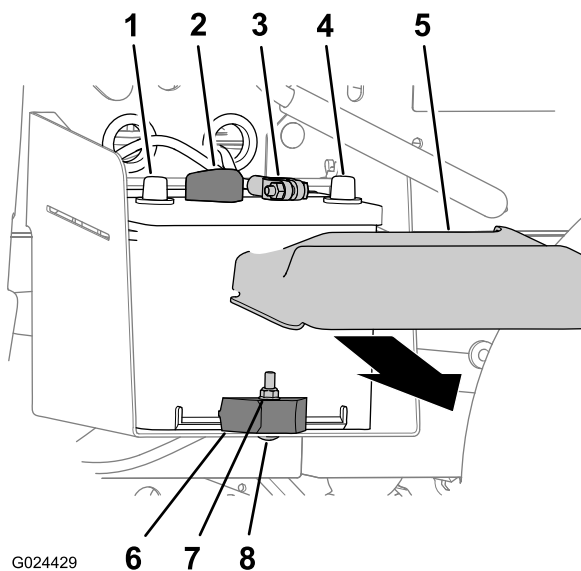

Figure 56
1. Appuyez de chaque côté du couvercle de la batterie et enlevez le couvercle en haut de la batterie (Figure 56).
- Débranchez le câble négatif (noir) de la borne de la batterie (Figure 56).
- Débranchement du câble positif (rouge) de la borne de la batterie (Figure 56)
- Retirez le contre-écrou, le boulon de carrosserie et la barrette qui fixent la batterie à son support (Figure 56).
- Enlevez la batterie de son support (Figure 56).
- Alignez la batterie sur son support sur la machine (Figure 56).
Remarque: Vérifiez que les bornes positive et négative de la batterie sont alignées comme montré à la Figure 56.
- Fixez la batterie à son support au moyen de la barrette de maintien, du boulon de carrosserie et du contre-écrou (Figure 56).
- Rebranchez le câble positif (rouge) à la borne de la batterie (Figure 56).
- Rebranchez le câble négatif (noir) à la borne de la batterie (Figure 56).
- Reposez le couvercle au sommet de la batterie (Figure 56).